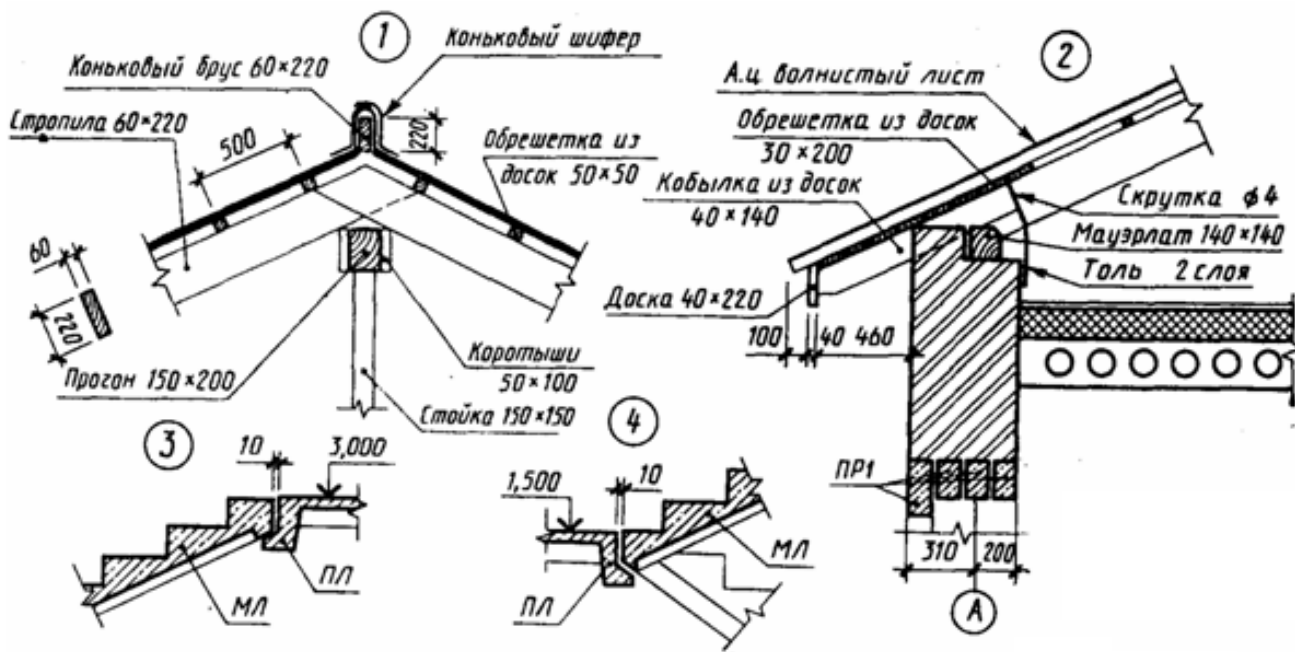

Рисунок 40 - Пример выполнения чертежей узлов
2. Не соблюдая масштаба, но соблюдая пропорциональность, выполнить строительный узел, рис.40.